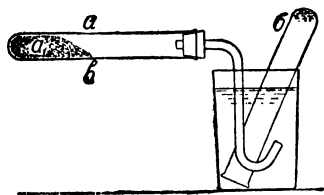

Рис. 10.
■ **Опыт 2.** Составьте прибор, как на рис. 10. Насыпьте в пробирку *a* углемедной соли (a_1) примерно столько, сколько показано на рисунке. Закройте пробирку пробкой с трубкой и укрепите в зажиме штатива. Вторую пробирку *b* наполните до краёв водой, заткните пальцем,
переверните, погрузите в воду и отнимите палец под водой. Таким же образом погрузите в стакан ещё одну пробирку. Когда всё готово, начните нагревать углемедную соль. Нагревайте сначала в месте, обозначенном на рис. 10 буквой *в*, а затем постепенно подвигайте пламя к доньшку пробирки.